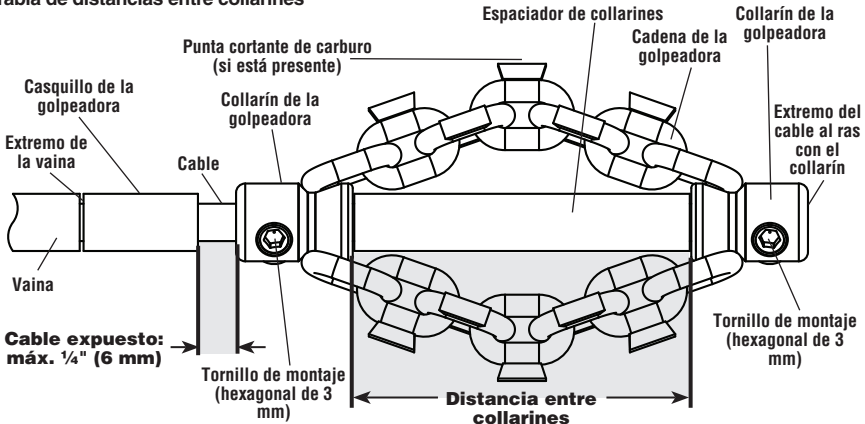

Figura 7 – Instalación y ajuste de la golpeadora de cadenas
2. La *Figura 7* muestra un dibujo que indica cómo hacer correctamente la instalación y ajuste de las golpeadoras de cadenas. Hay dos mediciones claves para la instalación y ajuste de las golpeadoras de cadenas.
- Haga un ajuste de prueba de la golpeadora de cadenas, casquillo de la golpeadora y espaciador de collarines, como se muestra en la *Figura 7*. Las cadenas deben estar derechas. No debe ensamblar las partes si las cadenas están retorcidas. Para prevenir un desgaste excesivo del extremo del cable, la punta del cable debe estar al ras con el extremo del collarín.
- Una vez que la golpeadora de cadenas esté correctamente instalada sobre el cable como se muestra en la *Figura 7*, apriete bien los tornillos de montaje, con una llave hexagonal que se suministra. Si los tornillos de montaje no están bien apretados, se podría resbalar la golpeadora de cadenas y dañar el cable o perderse por el desagüe.